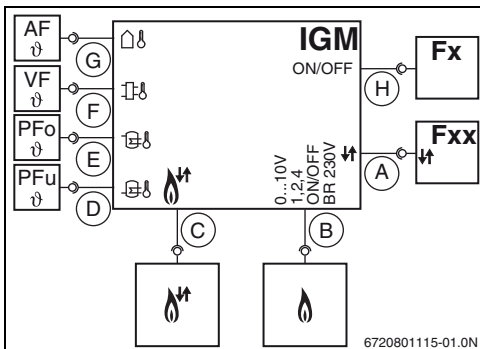

Bild 2 Grundfunktionsplan
Ein FR/FW... -Regler und weitere Reglermodule müssen immer auf den Anschluss [A](→ Bild 2, Seite 4) geklemmt werden und nicht direkt an den Wärmeerzeuger mit 2-Draht-Bus.
- FWx:** Witterungsgeführter Heizungsregler mit Klartextanzeige zur Regelung einer Heizungsanlage mit gemischten oder ungemischten Heizkreisen. Der FWx Regler muss an die Klemmen (A oder C) des IGM verbunden werden. (→ Bild. 2, Seite 4)
- VF/SF4:** Fühler Vorlaufsystemtemperaturfühler für den Anschluss an die Klemmen [F] oder bei Anlagen mit zentralen Pufferspeicher auf die Klemme [E] und optional PFu auf die Klemme [D].(→ Bild 2, Seite 4).
Zum Funktionsumfang von Konfiguration I kann zusätzlich ein Heizgerät mit 2-Draht-Bus in Kaskade geregelt werden. Die Kaskadenfolge (welches Heizgerät zuerst starten soll) wird am Display des IGM-Modul fest eingestellt. Je nach Einstellung wird das Heizgerät mit 2-Draht-Bus modulierend zugeschaltet (→ Bild. 2, Seite 4, Klemmen A). Abhängig von dem angeschlossenen Regler gibt es 2 mögliche Systemvarianten (→ Abs. 2.6, Seite 7).
men BUS parallel zum Anschluss A am Modul IGM (→ Bild. 2 auf Seite 4). Hierdurch ist eine optimale Anpassung der erzeugten Wärmemenge mit dem tatsächlichen Wärmebedarf aller Heizkreise der Heizungsanlage gewährleistet. Durch das Modul ISM mit der patentierten Funktion "Solar Control Unit Inside" kann auch eine Solaranlage optimal in das Regelsystem integriert werden. Bei dieser Systemvariante erreicht die Heizungsanlage einen optimalen Komfort bei maximaler Energieeinsparung.